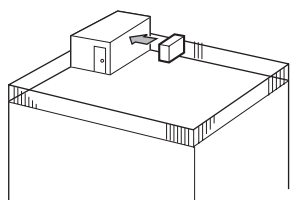

Fig. 2-2
- ① Positionner la sortie d'air vers le mur le plus proche et à environ 50 cm de celui-ci. (Fig. 2-2)